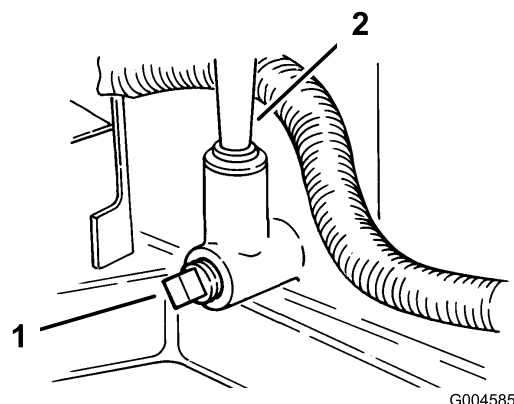

Figura 22
9. Posizionate una bacinella di spurgo sotto l'asta di livello/bocchettone di rifornimento, e togliete il tappo di spurgo (Figura 22).